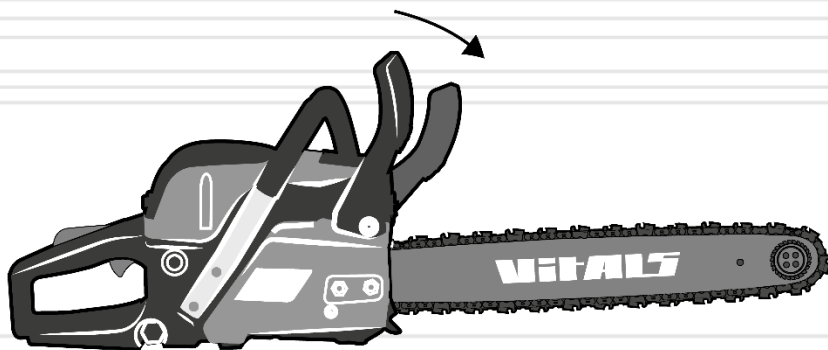

Рисунок 9. Схема спрацювання аварійного гальма ланцюга
4. Заблокуйте гальмо ланцюга, не відпускаючи рукою передню рукоятку натисніть зап'ястям лівої руки на важіль аварійного гальма ланцюга у напрямку стрілки (див. рис. 9). Рух ланцюга після цього одразу повинен припинитися.